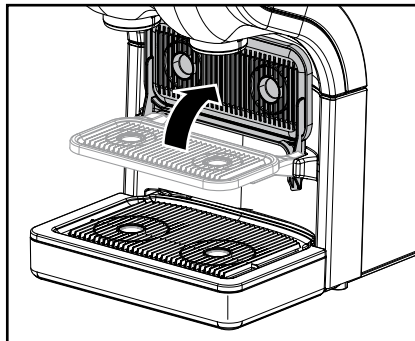

Fig. 11
- Vipp koppebrettet oppover for å gi nok plass til en kanne (fig. 11).